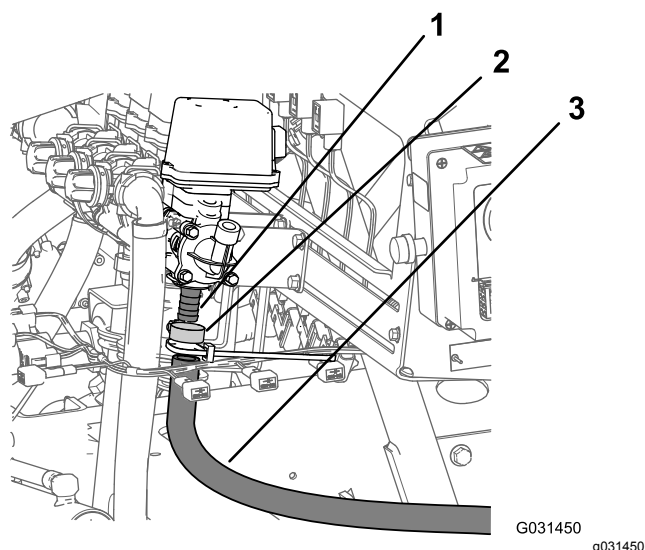

Figura 18
4. Afloje la abrazadera que sujeta la manguera de entrada del carrete de manguera al acoplamiento dentado de la válvula de control de presión (Figura 18).
5. Retire la manguera de entrada de la válvula del carrete de manguera (Figura 18).